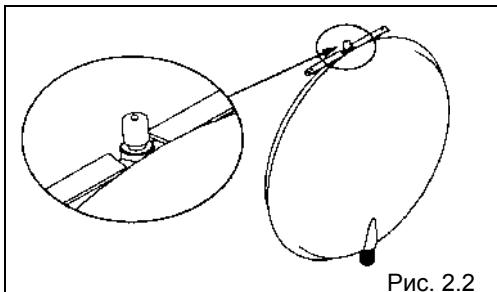

Рис. 2.2
- расширительный бак находится под давлением 1 бар. Снимите защитный колпачок с вентиля для контроля и зарядки, который находится в верхней части бачка (Рис. 2.2); с помощью манометра проверьте давление зарядки и при необходимости увеличьте давление компрессором.